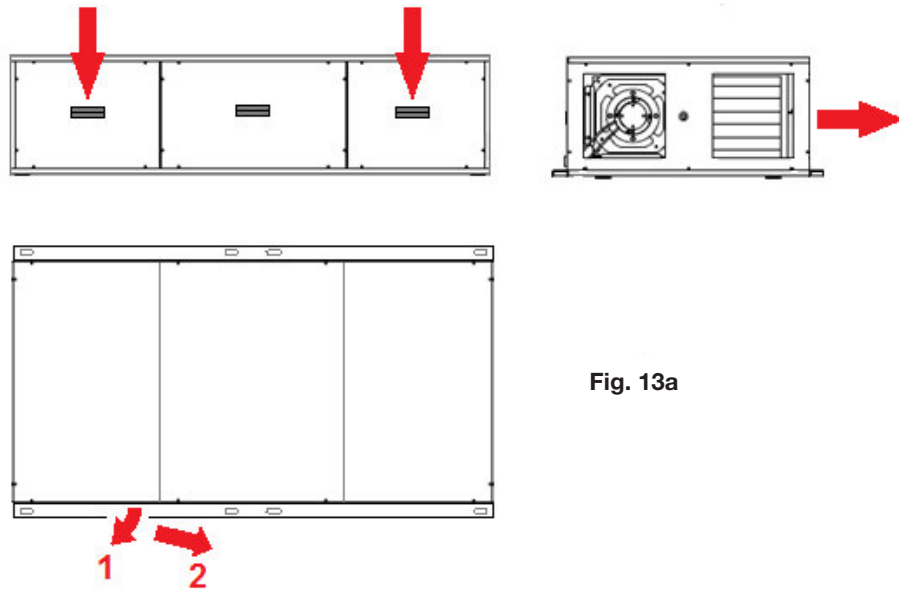

Fig. 13a
- per l'unità in versione orizzontale, attraverso lo smontaggio di un pannello laterale d'estremità dotato di maniglia ad incasso (**fig. 13a**)